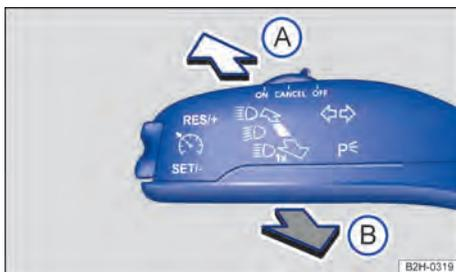

Fig. 72 À esquerda na coluna de direção: alavanca dos indicadores de direção e do farol alto.
2. Deslocar a alavanca dos indicadores de direção e do farol alto da posição central para frente → Fig. 72.
1. Puxar a alavanca dos indicadores de direção e do farol alto da posição central para trás → Fig. 72.
1. Puxar a alavanca dos indicadores de direção e do farol alto da posição central para trás → Fig. 72 e segurar.